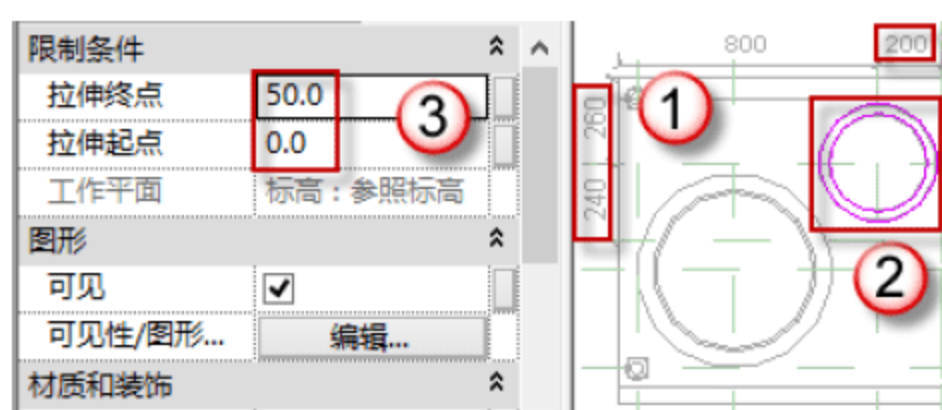

图 8.2.16 绘制尾围 A
(16) 尾围 A 由半径为 180mm 的圆与 半径为 150mm 的圆围合成的圆环, 其高度为 50mm。返回到“楼层平面-参照标高”平面, 配合快捷键 C+O 和 M+M 绘制参考线。选择“创建”→“拉伸”→“圆形框”命令, 绘制图框 a (半径=180mm), 在选项栏中更改偏移量为“-30”, 绘制图框 b (半径=150mm), 在“属性”面板中编辑“拉伸起点”和“拉伸终点”的数值 (0, 50), 然后单击 √ 按钮, 如图 8.2.16 所示。